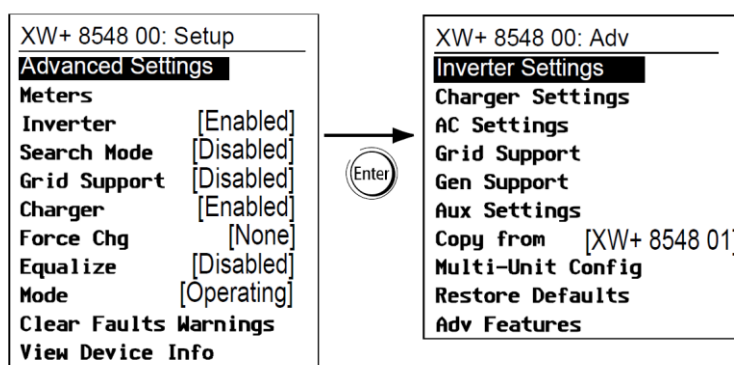

Рис. 3-2. Выбор расширенных настроек
- Выделив в меню Setup пункт Basic Settings (основные настройки) или Advanced Settings (расширенные настройки), нажмите кнопку **Enter**. См. рис. 3-2.